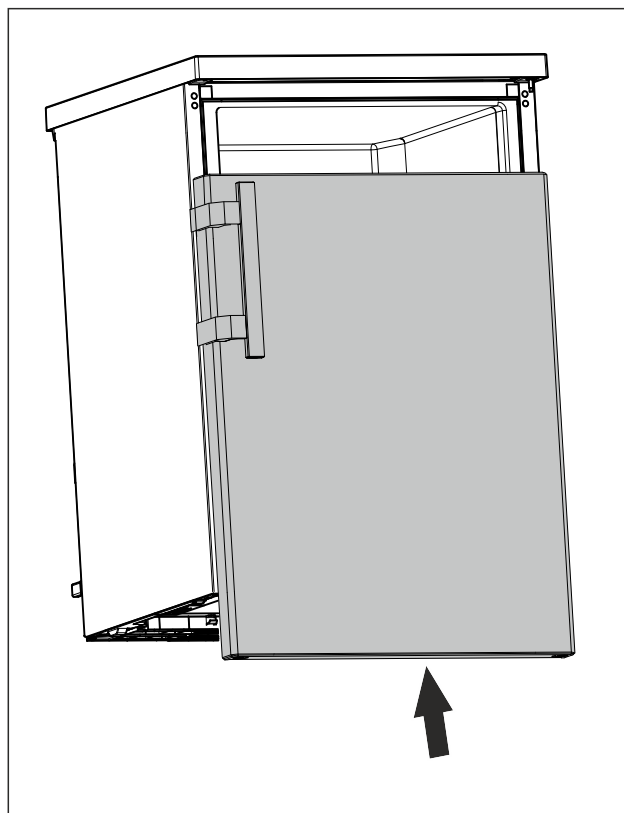

Fig. 22
- Плъзнете вратата върху горния болт, когато е затворена. (виж Fig. 22)